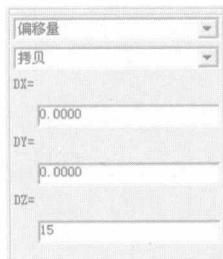
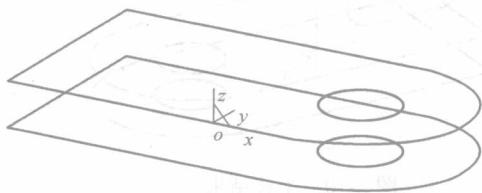

图 2-3 设置立即菜单
图 2-4 平移操作结果
- (4) 单击 F8 键，以轴测方式显示视图，单击“平移”按钮 ，如图 2-3 所示设置立即菜单，在绘图区中框选取所有图线，产生复制平移图线，如图 2-4 所示。
- (5) 单击 F7 键，将当前坐标平面切换到 xz 面。